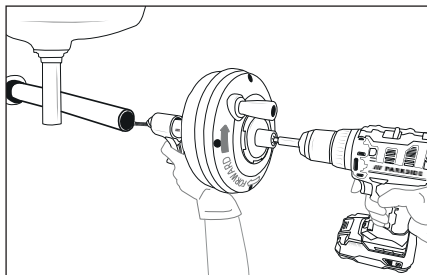

Abb. 3
- 8) Überprüfen Sie, ob das Gerät im Abstand von höchstens 10 cm zur Abflussöffnung gehalten werden kann. Ein größerer Abstand zur Abflussöffnung erhöht das Risiko, dass die Spirale ⑧ sich verdreht oder knickt. Sollte der Abstand größer sein, muss die Abflussöffnung mit Rohren und Anschlüssen gleicher Größe verlängert werden, sodass das Gerät maximal 10 cm vor der Abflussöffnung platziert werden kann (siehe Abb. 3). Wenn die Spirale ⑧ unzureichend abgestützt wird, kann sie knicken, sich verdrehen und beschädigt werden oder den Bediener verletzen.
- 7) Drehen Sie die Trommel **2** im Uhrzeigersinn (sichtbar am Pfeil auf der Rückseite der Trommel **2**, siehe Abb. 3) und drücken Sie den Auslöser **6**. Durch die Betätigung des Auslösers **6** wird die Spirale **8** in den Abfluss geführt.